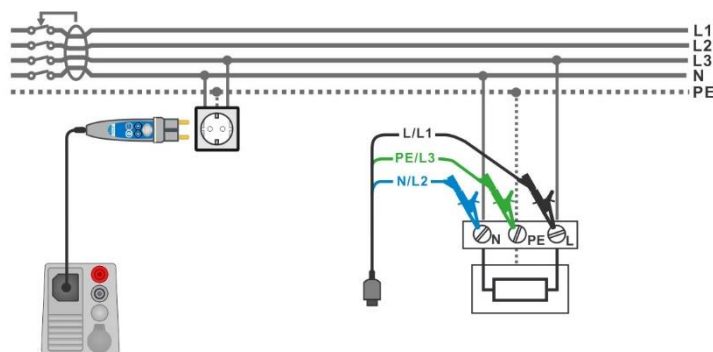

Abbildung 7.34: Anschluss des Commander-Prüfsteckers und des 3-adrigen Prüfleiters
- › Anschluss des 3-adrigen Prüfleiters oder des Commander-Prüfsteckers am Prüfobjekt, siehe **Abbildung 7.34**.